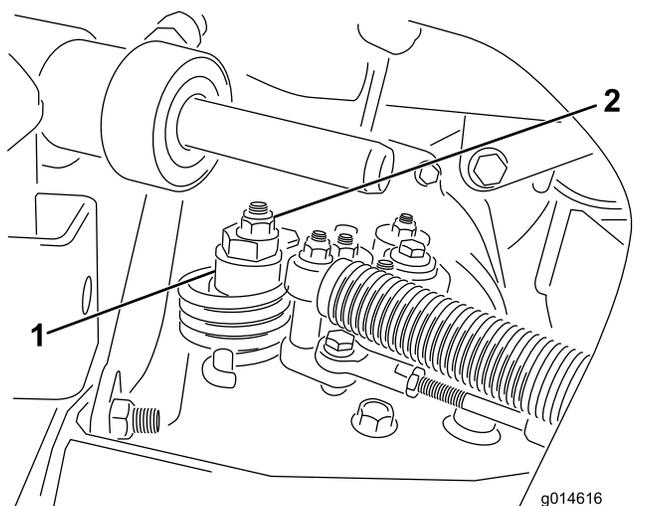

Figure 44
- A. Desserrez l'écrou de fixation de l'excentrique en haut de l'hydrostat (Figure 44).
- C. Tournez l'excentrique jusqu'à ce que la roue ne tourne plus dans aucune direction. Lorsque la roue arrête de tourner, serrez l'écrou pour bloquer l'excentrique et le réglage (Figure 44). Vérifiez le réglage avec la commande d'accélérateur en position BAS RÉGIME, puis HAUT RÉGIME.